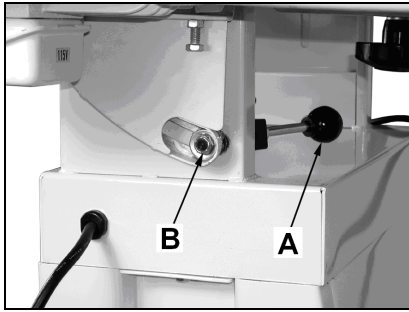

Fig 13
Die Klemmfunktion des Klemmhebels (A, Fig. 13) ist justierbar. Dazu die Selbstsichernde Mutter (B) verstellen.
Bei leicht gelöster Motorklemmung (A, Fig 13) kann mit den Stellschrauben (B) der Bandlauf verändert werden.